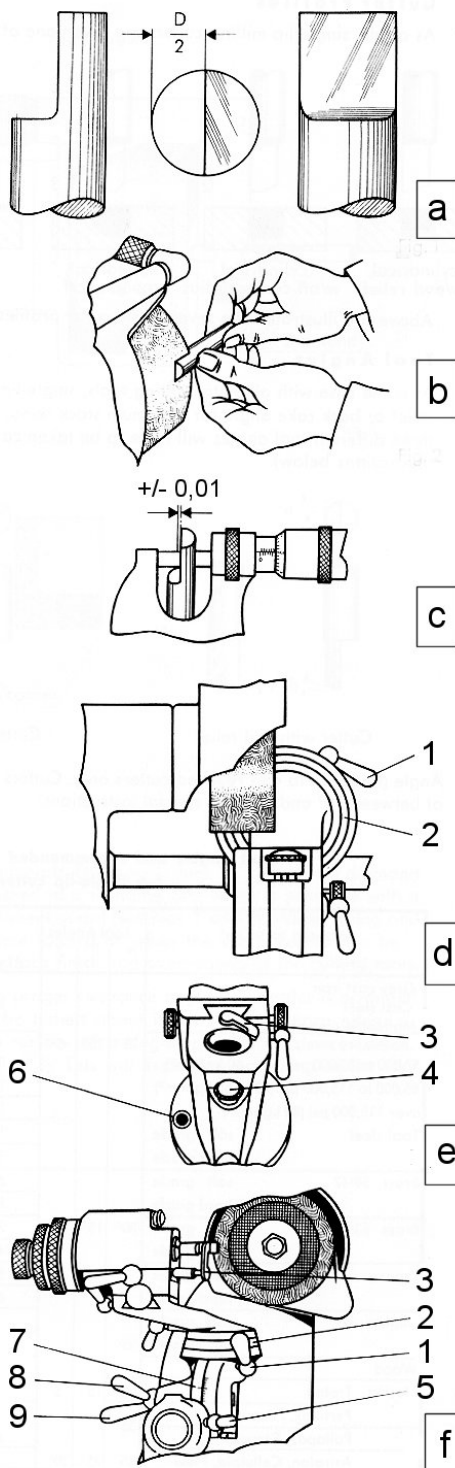

Bild 7-5: Mittigschleifen der Brustfläche
Bei den vom Hersteller gelieferten Frässticheln (Bild 7-5 Abb. a) mit zylindrischem Schaft ist die Brustfläche nur vorgefräst und ist deshalb genau mittig zu schleifen.
Das Vorschleifen der Brustfläche erfolgt von Hand am Mantel des Schleifkörpers (Bild 7-5 Abb. b), das Fertigschleifen in der Maschine. Die zulässige Mittenabweichung beträgt dabei  $\pm 0,01$  mm (Bild 7-5 Abb. c).
1. Teilungsring (Bild 7-5 Pos.2) mit Schwenkarm auf „0“ stellen; Knebel (Bild 7-5 Pos.1) fest klemmen. Teilung (Bild 7-5 Pos.7) auf „0“ stellen und mit Knebel (Bild 7-5 Pos.8) fest klemmen (Bild 7-5 Abb. d).
2. Roten Punkt ins Fenster (Bild 7-5 Pos.6) bringen und Raste (Bild 7-5 Pos.4) in die mittlere Bohrung setzen (Bild 7-5 Abb. e).
3. Fräser mit dem Einstellfinger (Bild 7-5 Pos.3) ausrichten, spannen und den Einstellfinger (Bild 7-5 Pos.3) zurückschieben (Bild 7-5 Abb. f).
4. Raste (Bild 7-5 Pos.4) zurückziehen und Zangenlager um  $180^\circ$  drehen. Raste (Bild 7-5 Pos.4) wieder in die mittlere Bohrung einsetzen.
5. Knebel (Bild 7-5 Pos.5) klemmen und Knebel (Bild 7-5 Pos.9) lösen. Brustfläche des Frässtichels durch Verschieben des Teilkopfträgers auf der Rohrführung in ungefähre Berührung mit der Stirnseite des Schleifkörpers bringen. Vor dem Klemmen des Knebels (Bild 7-5 Pos.9) den Markierungspunkt des Senkrechtschwenklagers (Bild 4-1 Pos.17) auf ungefähr gleiche Höhe wie den Markierungspunkt der Rohrführung (Bild 4-1 Pos.14) einstellen. Knebel (Bild 7-5 Pos.9) klemmen und Knebel (Bild 7-5 Pos.5) lösen.